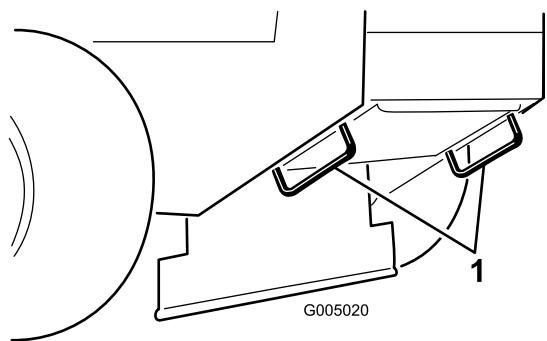

Рисунок 11
- Используя металлические крепежные проушины на машине, надежно прикрепите машину к прицепу или грузовику с помощью стропов, цепей, троса или веревок (**Рисунок 11**).